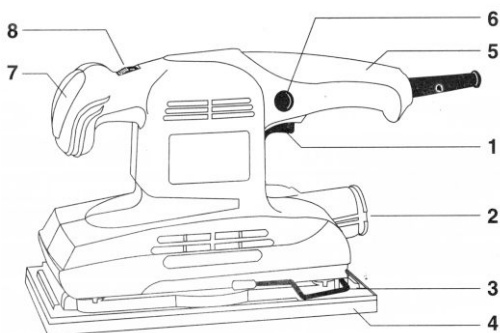

Рис.1
- Нажмите кнопку выключателя **1** (см. рис.1). Машина включится;
Шлифовальная бумага устанавливается на подошве **4** (см. рис.1) и крепится к ней передним и задним зажимом **3** следующим образом.